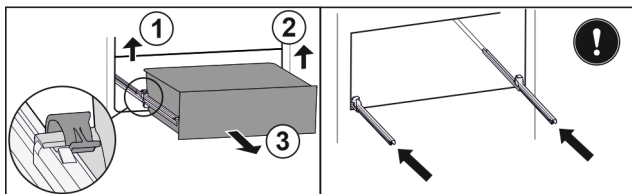

Fig. 197
- Ngrini lart kapësen e majtë dhe në të njëjtën kohë tërhiqni nga përpara sirtarin e majta. Fig. 197 (1)
- Ngrini lart kapësen e djathtë dhe në të njëjtën kohë tërhiqni nga përpara sirtarin nga e djathta. Fig. 197 (2)
- Hiqeni sirtarin nga përpara. Fig. 197 (3)